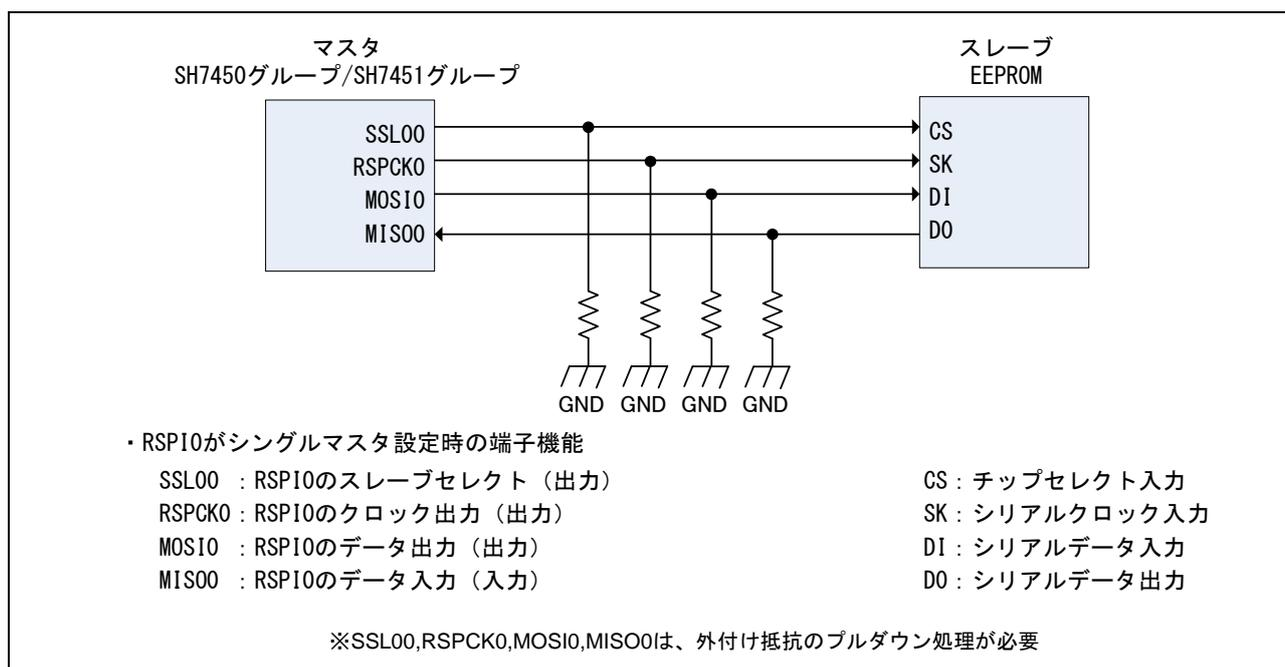

図1.1 RSPI と EEPROM の接続例
- SH7450 グループ/SH7451 グループの RSPI をシリアルインタフェースの 4 線方式で EEPROM と接続します。接続例を図 1.1 に示します。